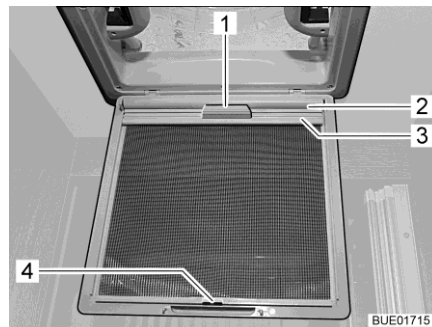

Fig. 106 Store occultant (lanterneau)
- Tirer le store occultant (Fig. 106,2) par la poignée (Fig. 106,1) et accrocher la baguette de support (Fig. 106,3) dans le crochet (Fig. 106,4) sur la moustiquaire.
- Enlever la baguette de support (Fig. 106,3) de sur le crochet (Fig. 106,4) et faire lentement redescendre le store occultant (Fig. 106,2) en le tenant par la poignée (Fig. 106,1).